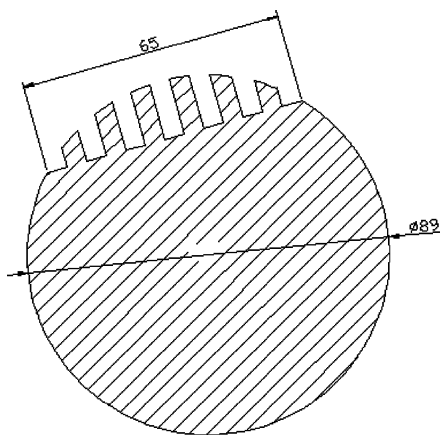

图 3-43 图形 1
(3) 同时填充多个区域时, 如果修改一个区域的填充图案而不影响其他区域, 则 ()。
(4) 使用夹点拉伸文字时, 夹点原始坐标为(10, 20), 拉伸距离为(@ 30, 40), 则拉伸后的文字夹点坐标为 ()。
(5) 创建如图 3-43 所示图形的面域, 并填充图形。